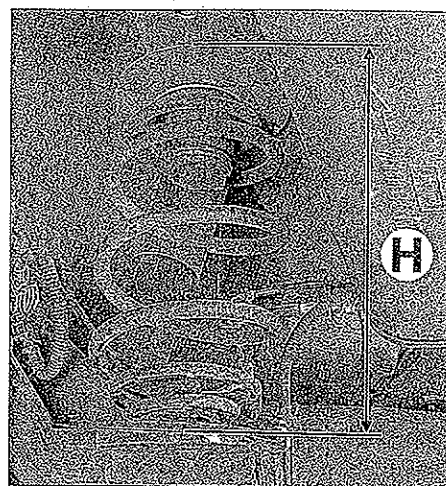

FIG. 15
- Levantar los brazos de suspensión hasta obtener un espacio de  $H = 173 \pm 10$  mm entre el alojamiento del muelle en el tren y el alojamiento en la carrocería (fig. 15).